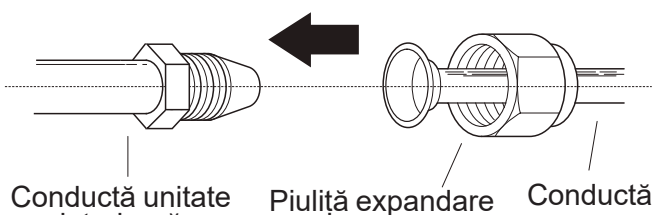

Fig. 6.7
1. Aliniați centrul celor două conducte pe care urmează să le conectați. Consultați Fig.6.7